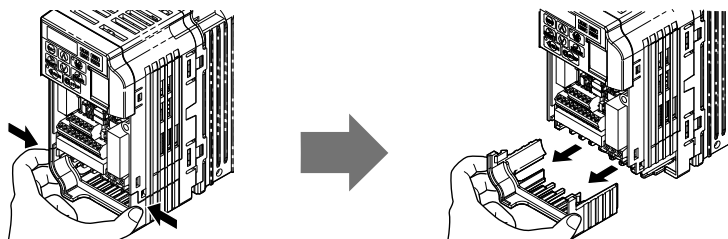

図 6 下部カバーの取外し (盤内取付形: IP20)
3. 盤内取付形 (IP20) のインバータ (CIMR-V□□A□□□□B) の場合、下部カバーの左右のつめを内側に押しながら手前に引いて、下部カバーを取り外します。(図 6 参照)